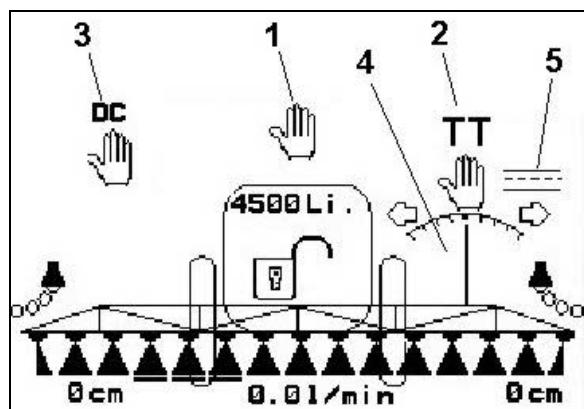
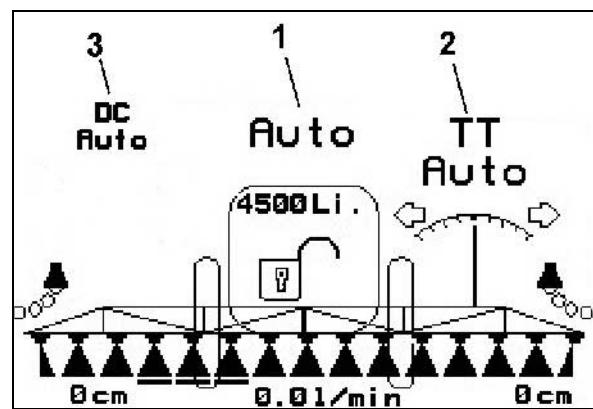

Fig. 79
Fig. 80
|  | Manuell (Fig. 79/1), automatisk (Fig. 80/1) |
Vid automatisk reglering visas symbolen "Auto" (Fig. 80/1) i displayen. Redskapsdatorn sköter då regleringen av vätskemängd i förhållande till körhastighet.
Vid manuell reglering visas symbolen  (Fig. 79/1) och dessutom angivelsen [l/min] (Fig. 79/2) i displayen. Vätskemängden regleras nu manuellt genom att förändra spruttrycket med knapparna  resp. .
|  | Manuell (Fig. 79/2), automatisk (Fig. 80/2), transportkörning (Fig. 79/5) |
- Vid automatisk reglering visas symbolen "Auto" (Fig. 80/2) i displayen. Redskapsdatorn styr nu spårföljningen för maskinen.
- Om körhastigheten överstiger 15 km/h (transportkörning), kommer Trail Tron att automatiskt reglera styraxeln till mittenläge samtidigt som symbolen (Fig. 79/5) visas.
(Fig. 79/2). Tryck på knappen  resp.  tills hjulen på den bogserade sprutan går exakt i spåren efter traktorhjulen.
|  | Manuell (Fig. 79/3), automatisk (Fig. 80/3) |
Vid automatisk reglering visas symbolen "Auto" (Fig. 80/3) i displayen. Redskapsdatorn sköter då regleringen av munstycksavståndet till beståndet (ramphöjd).
Vid manuell reglering visas symbolen  (Fig. 79/3). Distance Control är avstängd. Reglering av munstyckenas avstånd till underlaget sker manuellt via lutningsinställningen och höjdinställningen.